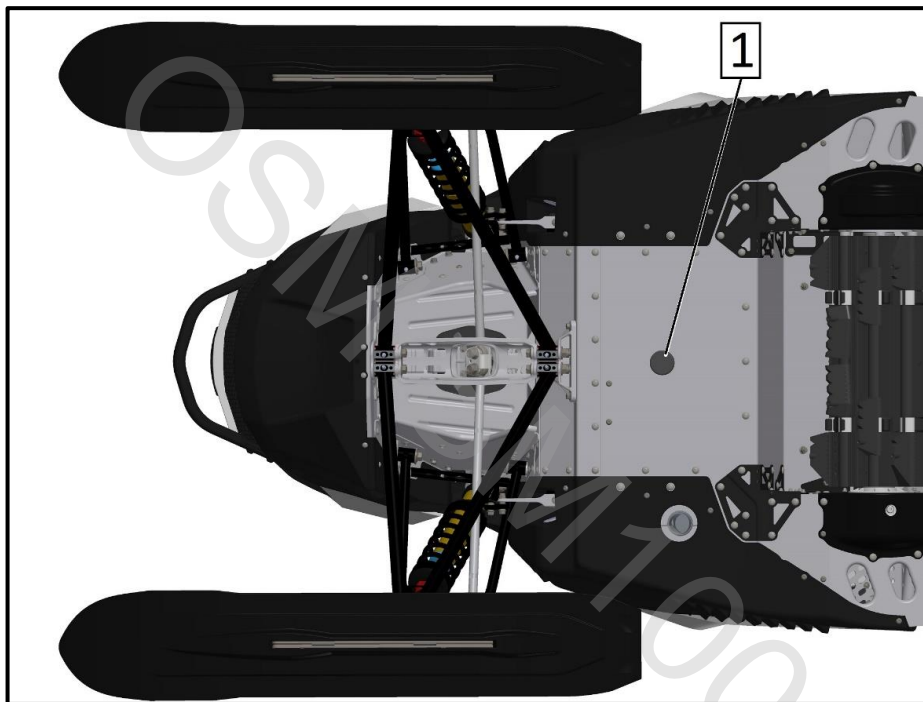

Рис. 8
5. Извлеките резиновую пробку днища (поз. 1, рис. 8).